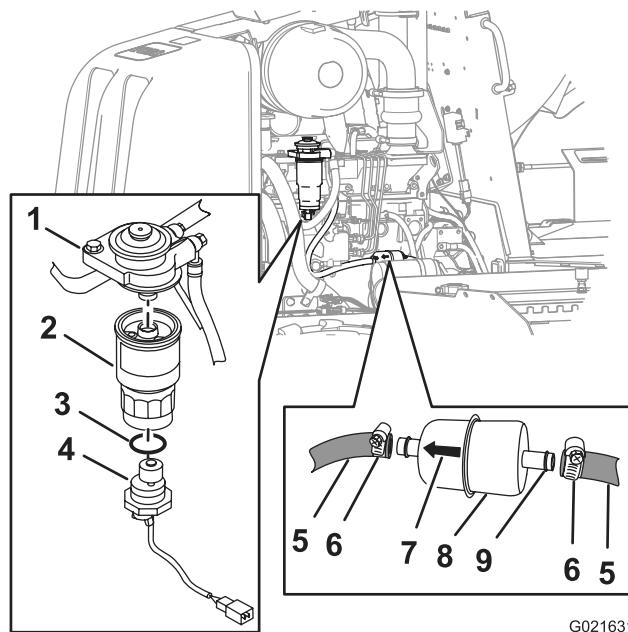

Figure 55
- C. Tenez fermement l'élément du filtre à carburant secondaire, dévissez le capteur d'eau dans le sens antihoraire et retirez -le (Figure 55).
- D. Tenez fermement l'élément du filtre à carburant secondaire, dévissez-le dans le sens antihoraire et déconnectez-le de l'adaptateur du filtre (Figure 55).
- B. Alignez l'élément neuf du filtre secondaire sur l'adaptateur du filtre à carburant (Figure 55).
- D. Mettez le joint torique neuf en place autour du capteur d'eau (Figure 55).
- E. Alignez le capteur d'eau sur la base du filtre à carburant secondaire (Figure 55).
- F. Tenez fermement l'élément du filtre secondaire et serrez le capteur d'eau à la main en le tournant dans le sens horaire (Figure 55).
3. Desserrez les colliers de serrage des tuyaux et séparez le filtre à carburant primaire des tuyaux de carburant (Figure 55).
4. Alignez le filtre à carburant primaire neuf entre les tuyaux de carburant en vérifiant que la flèche imprimée sur le filtre soit bien tournée vers l'avant (Figure 55).
5. Branchez les tuyaux sur les connecteurs du filtre à carburant primaire et serrez les colliers de serrage des tuyaux (Figure 55).